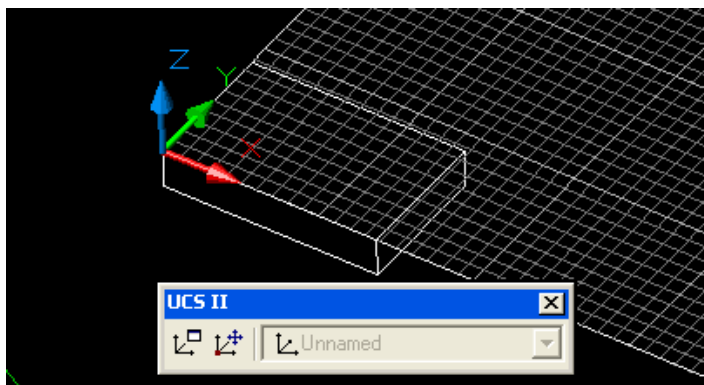

Рис. 7.9. ПСК в новой точке с сохранением направления осей X и Y
- 1) с помощью инструмента  устанавливаем начало ПСК в новую точку (левый угол верней грани параллелепипеда) с сохранением направления осей X и Y (рис. 7.9);